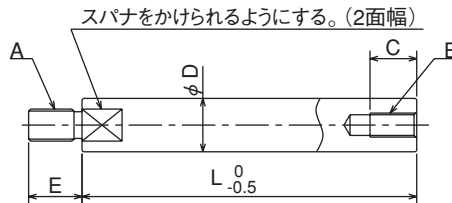

図 20
- ・ドローバーは図 20 の寸法 D を守り、引張り強さ380MPa (38kgf/mm2) 以上の材質を使用する必要がある。